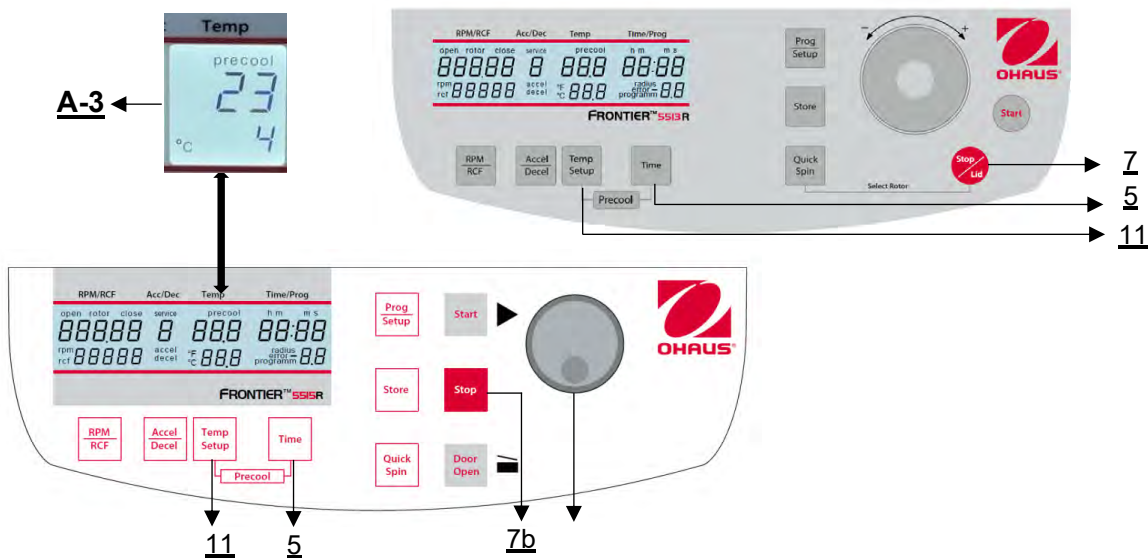

Figure 16
Si les échantillons sont sensibles à la température, il est utile de pré-refroidir la centrifugeuse, le rotor et éventuellement les godets à la température de travail requise. Pour ce faire, insérer le rotor désiré et régler la température correspondante. En appuyant simultanément sur les touches **"Temp/Setup"** (11) et **"Time"** (5), vous pouvez démarrer la centrifugation (**Figure 16**). En cours de fonctionnement, l'appareil choisit automatiquement une vitesse de rotation équivalente à 30 ou 50 % de la vitesse de rotation autorisée pour le rotor concerné (en fonction du rotor). Lorsque la température prédéfinie est atteinte, vous pouvez quitter le cycle de prérefroidissement en appuyant sur la touche **"Stop"** (7b) ou **"Stop | Lid"** (7).